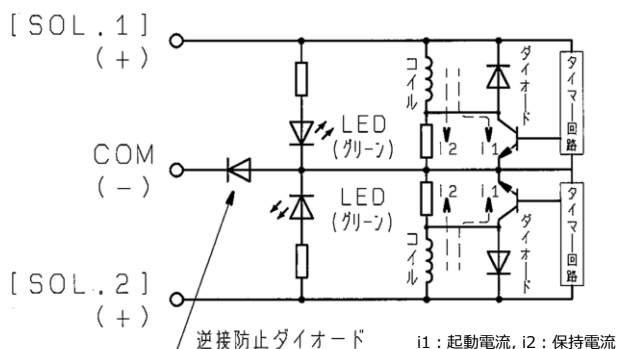
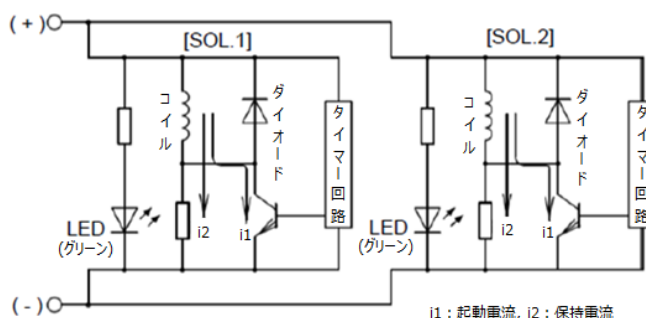

図 9. ソレノイド電気回路図(マイナスコモン:N2)
図 10. ソレノイド電気回路図(ダブルコモン: D1Z, D2Z)
- 本製品のソレノイドの電気回路図を図 9～図 10 に示します。